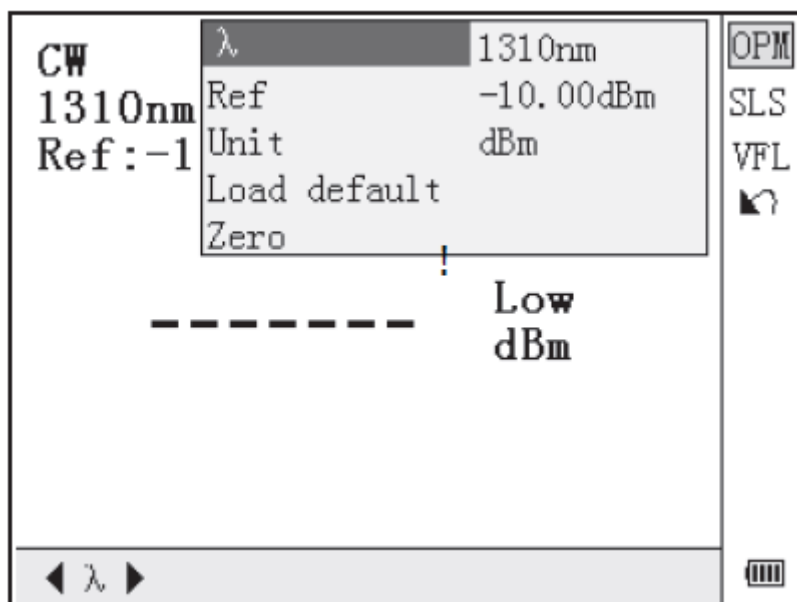

Рисунок 4-11. Настройка измерения OPM
2. С помощью кнопок ◀ и ▶ переключайтесь между откалиброванными длинами волн. Для перехода на интерфейс настройки измерения OPM нажмите кнопку Enter (рисунок 4-11).